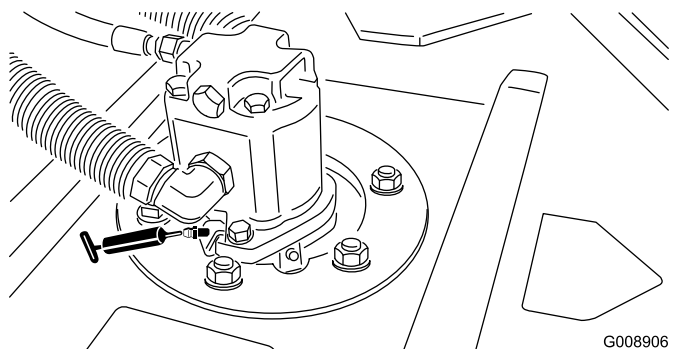

Figure 45
- Roulements d'arbres de palier de tablier de coupe (2 par tablier de coupe) (Figure 45)